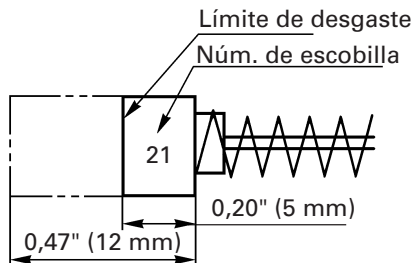

Fig. 6
4. Inspeccionar los escobillas de carbón (Fig. 6)
NOTA: Utilice las escobillas HITACHI Núm. 21 indicadas en la Fig. 6.